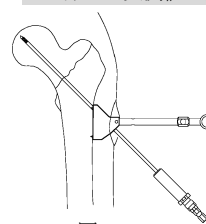

図3
- ** 3) アングルガイドを骨面に押し当て、3.2 ガイドピンに3.2 ガイドピンアダプタを接続し、イメージインテンシファイヤー（X線透視）で確認しながら骨頭軟骨下骨直下までガイドピンを刺入します。（図3）